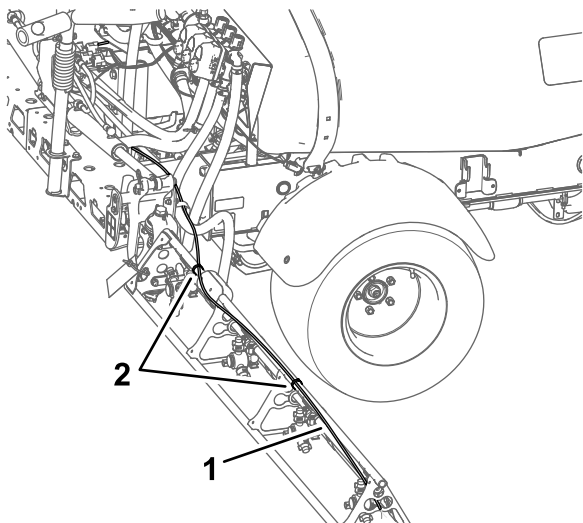

Figura 18
1. Retire as braçadeiras dos cabos que prendem os tubos do líquido e do ar do kit do marcador de espuma à secção de pulverização exterior (Figura 18).